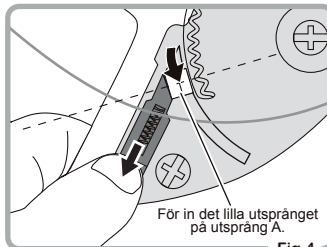

Fig.4
- 2 Placera det lilla utsprånget A i spärranordningen genom att dra spaken neråt. (Fig. 4)